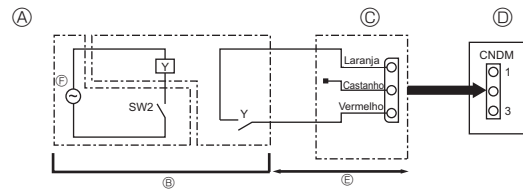

Fig. 10-2
10.2. Função de pedido (modificação no local) (Fig. 10-2) (apenas para ares condicionados)